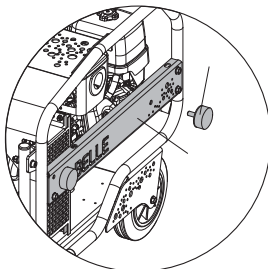

рис. 2
3. Ввинтить 2 антивибрационные опоры с помощью двух шайб и гаек М10 из комплекта в установочные отверстия в новом щитке, затянуть вручную (**см. рис. 2**)